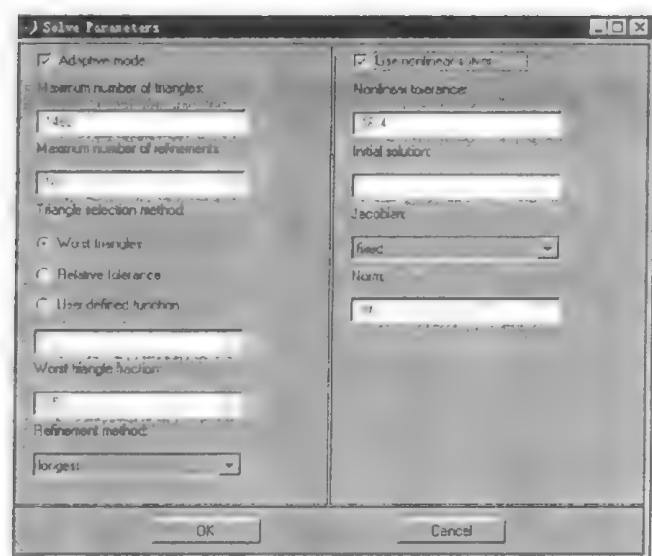

图 2-15
(1) 对于椭圆型偏微分方程，在缺省方式下，不需要专门定义解方程的参数。解椭圆方程采用基本方程求解器 `assemblpde`，在自适应网格生成和 `adaptmesh` 之间进行选择。对于自适应网格方式，下面的参数可用（如图 2-15）：